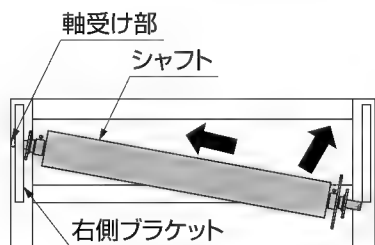

図2-2
- ① 右側ブラケットの軸受け部に、シャフトのスプロケットが付いていない方の軸を差込んでください。(図2-2参照)